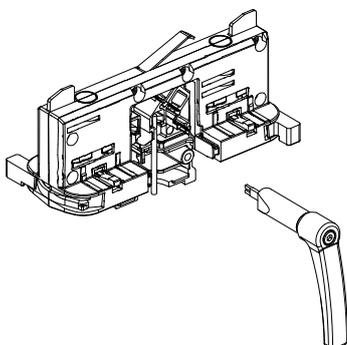

Abb. 1 Stromanschluss Adapter
Für den Stromanschluss vom Adapter Kabel mit einem Querschnitt von 0,5 mm² bis 1 mm² verwenden, je nach Stromwert vom Strahler und nach Kabeltyp (verlötet oder verzinkt). Zum Verkabeln vom Adapter das Spezialwerkzeug (Abb. 1) verwenden. Das Werkzeug muss gesondert bestellt werden. Sicherstellen, dass die Polarität vom Adapter entsprechend der Markierungen (L / N / T / D+ / D-) beachtet wird. Gegen den Leiter drücken, bis er korrekt im Kontakt sitzt. Es sind zwei Kabelklemmen verfügbar für Kabel mit einem Durchmesser von 6 mm bis 9 mm. S- 9009/10... (Grundausführung), S-9009/BC... (mit Blockierungsstift aus Plastik). Zur Befestigung der Leuchten am Adapter kann eines der folgenden drei Zubehörteile verwendet werden: S-9009/M10+S-9009/D-10, S-9009/M10+S-9009/D-10, S-9009/51 (Vorsicht: die Kabelklemme S-9009/BC... eignet sich nicht für die Verwendung mit diesen Zubehörteilen). Wenn die Leuchte am Adapter angeschlossen worden ist, muss die Abdeckung (A) mit den beiden Schrauben (1) und (2) befestigt werden. Die Abdeckung und die Schrauben werden mit dem Adapter mitgeliefert (Abb. 2).